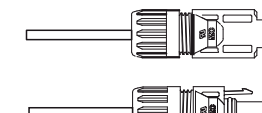

Bild 5.16 Anslutning med påskruvad lockmutter
4. Sätt i metallanslutningen i anslutningen och dra åt muttern med ett vridmoment på 2,5-3 Nm (se bild 5.16).